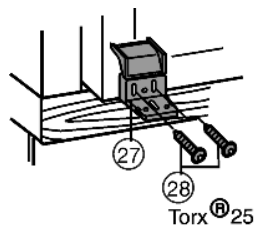

Fig. 15
- ▶ Avvitare la squadra di plastica Fig. 15 (27) con le viti M5 Fig. 15 (28) all'apparecchio, lato maniglia.